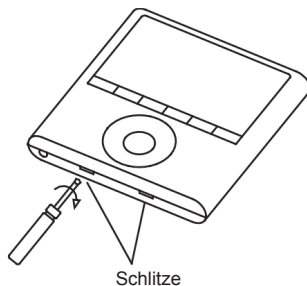

Abb. 3-4
- Nehmen Sie den oberen Teil des Steuergeräts ab (Abb. 3-4).